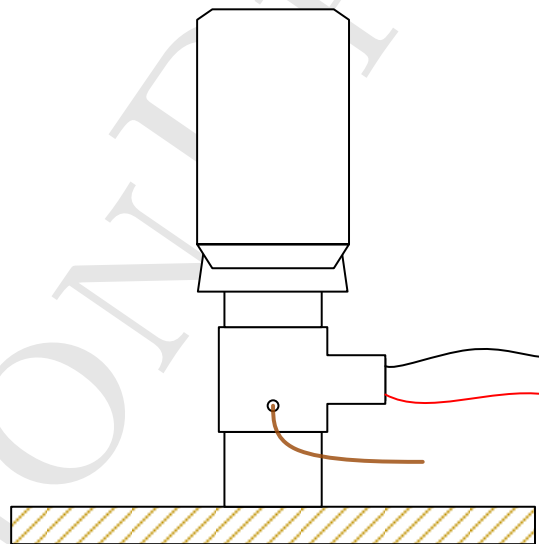

Figura 3: Bosquejo final del Generador de Van Der Graaff.
11. Introducir la lata en el tubo de PVC. El experimento finalmente debe quedar tal y como se muestra en la figura 3. Para que el experimento funcione es necesario conectar el motor a la fuente de DC utilizando las puntas.